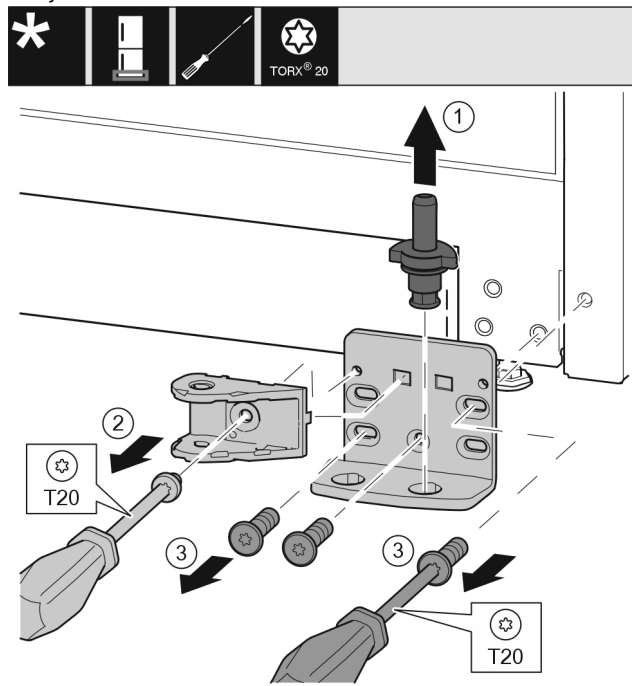

Fig. 43 *
- ▶ Izvucite svornjak ležaja Fig. 43 (1) potpuno prema gore.*
- ▶ Odvijačem odvrnite vijke Fig. 43 (2) i skinite spojni element prigušivača zatvaranja.*
- ▶ Odvijačem odvrnite vijke Fig. 43 (3) i skinite podložak ležaja.*